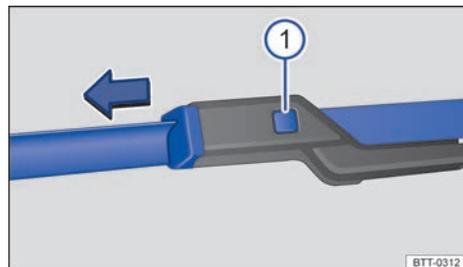

Fig. 141 Sustituir las escobillas de los limpiaparabrisas.
- Mantener la tecla de desbloqueo → fig. 141 ⓘ presionada y, al mismo tiempo, retirar la escobilla del limpiaparabrisas en el sentido de la flecha.